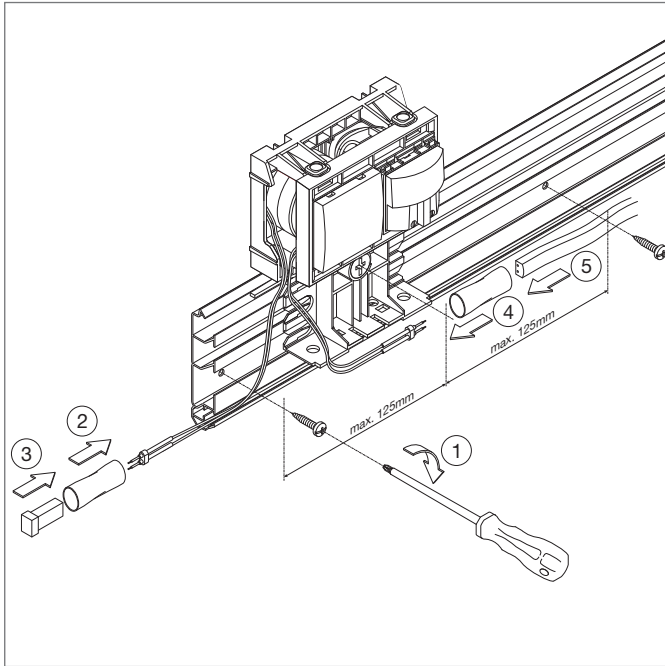

Abbildung 7
1. Geräteträger einrasten (Abb. 7)
2. LED-Kette anschließen (Abb. 7)